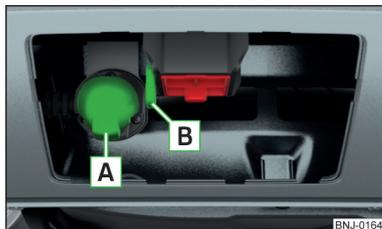

Fig. 162
- ▶ Encaixar a ficha do cabo do reboque/acessório na tomada de 13 pinos [A] » Fig. 162. (Se o reboque/o acessório possuir de uma ficha de 7 pinos, utilizar uma peça redutora correspondente da gama do Acessórios Originais ŠKODA).